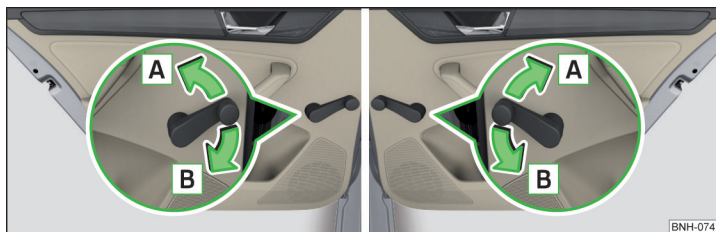

Abb. 54 **Fensterbedienung: links/rechts**
- Zum **Öffnen** die Kurbel in Pfeilrichtung **[A]** drehen » **Abb. 54**.